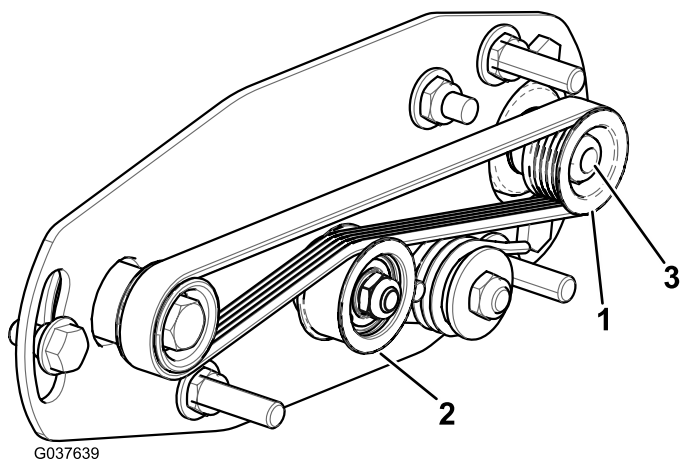
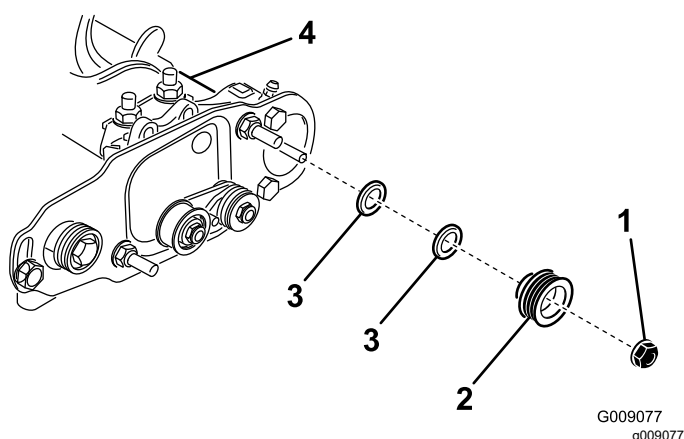

Figura 24
Figura 25
1. La puleggia condotta (all'albero della spazzola per rullo) può spostarsi in dentro o in fuori (Figura 24).
2. Mentre fate ruotare il cilindro, che farà ruotare a sua volta la puleggia motrice, fate leva sulla cinghia per staccarla dalla puleggia motrice (Figura 24).
3. Togliete il dado di bloccaggio che fissa la puleggia condotta all'albero della spazzola (Figura 24 o Figura 25).
4. Rimuovete la puleggia condotta dall'albero (Figura 25).
5. Se occorre spostare in fuori la puleggia, aggiungete una rondella dello spessore di 0,8 mm (Figura 25).
6. Montate la puleggia come illustrato nella Figura 25.